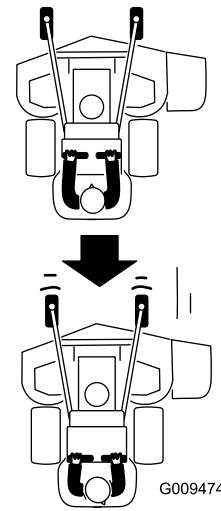

Bild 20
2. Ziehen Sie die Fahrtriebshebel langsam nach hinten (Bild 20).